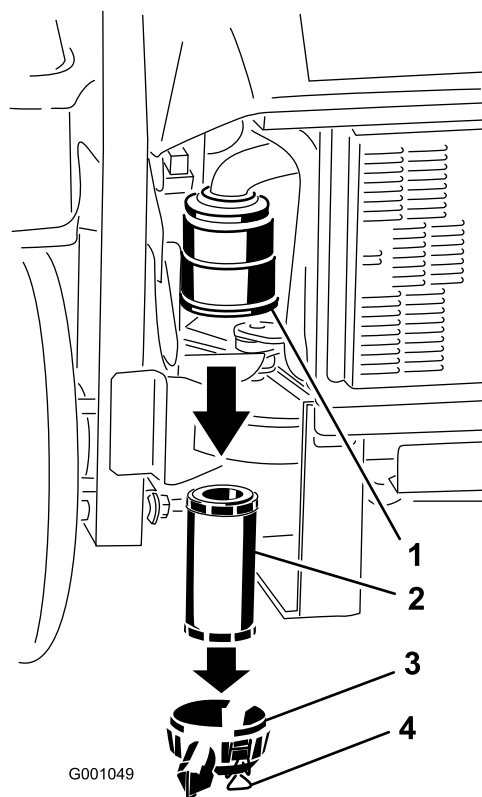

Figure 36
3. Ouvrez les verrous du filtre à air et détachez le couvercle du corps du filtre (Figure 36).
5. Sortez l'élément filtrant du corps du filtre avec précaution (Figure 36). Évitez de cogner l'élément à l'intérieur du corps.